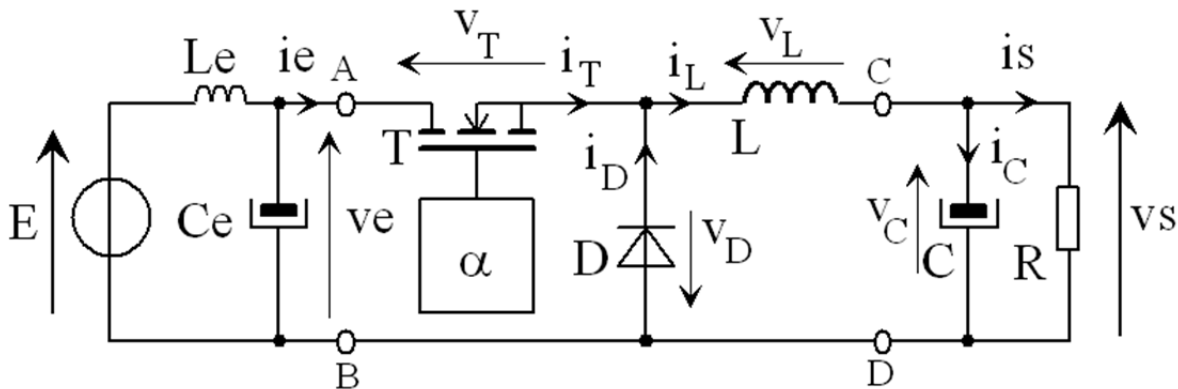

Fig. 2.1. Structure générale du hacheur série (dessins\buck1.drw).
- a) Simplifier le schéma de la figure 2.1, en tenant compte des hypothèses ci-dessus.